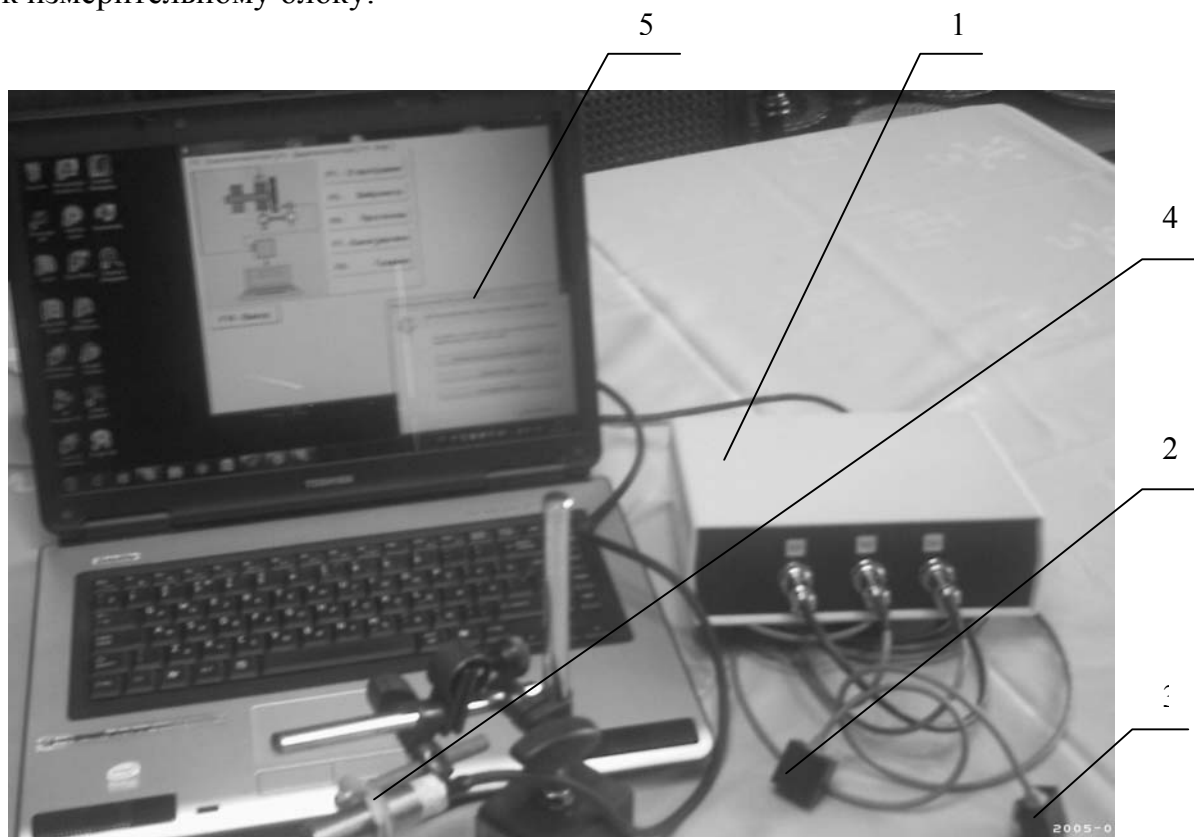

Рис. 4.1. Прибор для балансировки «БалКом-1» в комплекте
4.1. Фотографии прибора «БалКом-1» представлены на рис. 4.1 и 4.2.
Прибор (см. рис. 4.1) состоит из измерительного блока **1**, двух датчиков вибрации **2** и **3**, датчика фазового угла **4** и портативного компьютера (нетбука или ноутбука) **5**.